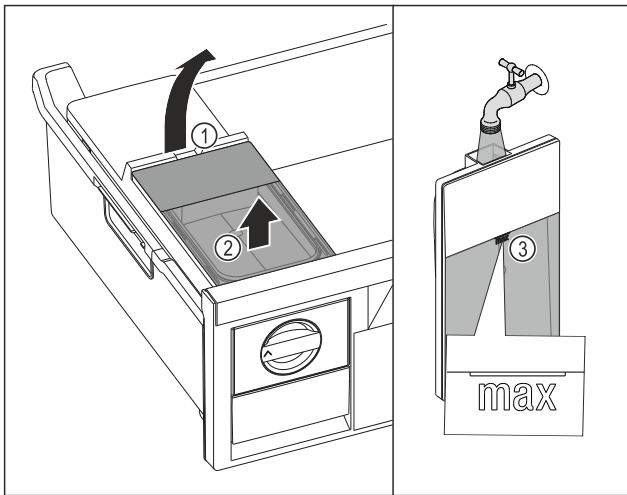

Fig. 67
- ▶ Elevar el depósito de agua por la entalladura Fig. 67 (1).
- ▶ Extraer el depósito de agua hacia arriba. Fig. 67 (2)
- ▶ Llenar el depósito de agua con agua potable hasta la marca Fig. 67 (3).